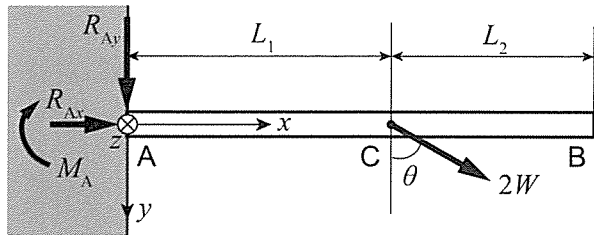
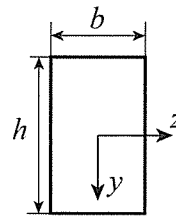

図3
図4
II 図3のように、長さ L_1+L_2 の一様な真直はり AB があり、A にて剛体壁に固定されている。固定端 A の図心を原点とし、はりの長軸方向に沿って x 軸、鉛直方向下向きに y 軸、右手直交座標系に z 軸をとる。はりの断面は図4に示すように矩形であり、幅 b 、高さ h である。また、 $(x, y, z) = (L_1, 0, 0)$ の位置 C には、 y 軸方向からの角度 $\theta = \pi/3$ で図の示す向きかつ x - y 面内に、大きさ $2W$ の集中荷重が加えられている。このとき、以下の設問すべてに答えよ。なお、はりの縦弾性係数 E 、断面二次モーメント I とする。
- (1) 固定端 A での、壁からはりの横断面に作用する x 軸方向の反力 R_{Ax} 、 y 軸方向の反力 R_{Ay} 、曲げモーメント M_A をそれぞれ求めよ。なお、いずれも図3に示す方向が正である。